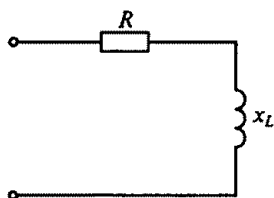

Рис. 90
3.42. Указать неправильную формулу для цепи, показанной на рис. 90.